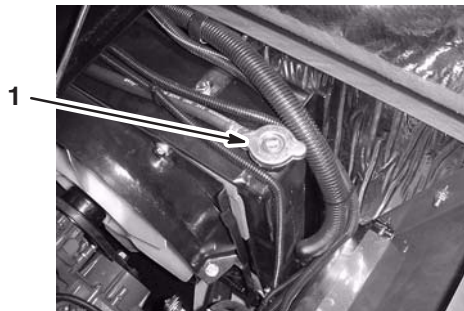
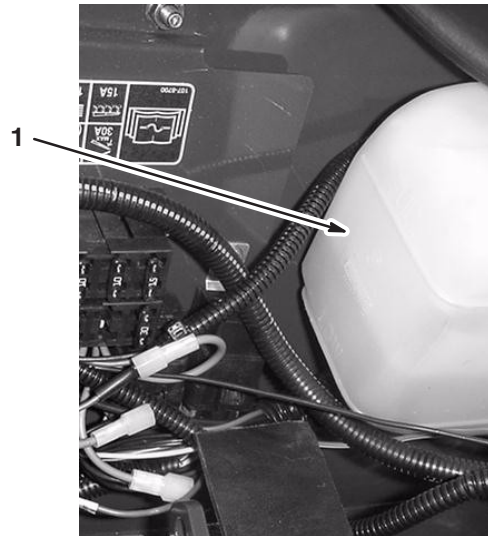

Bild 5
Bild 6
3. Schrauben Sie den Kühlerdeckel (Bild 5) und den Deckel vom Ausdehnungsgefäß vorsichtig ab (Bild 6).